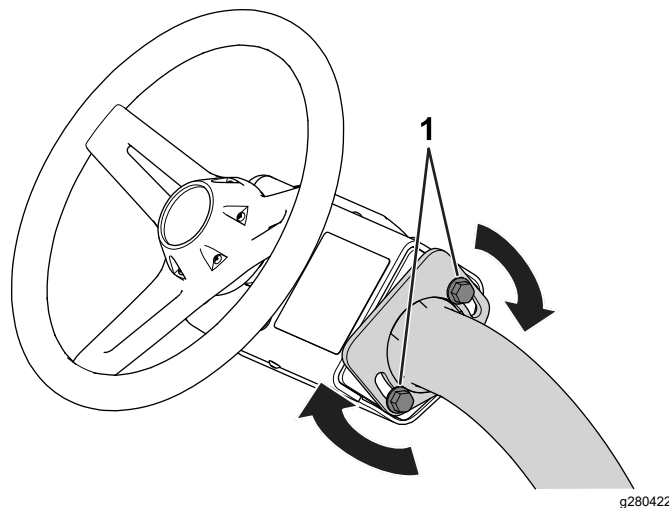

Figura 26
1. Slăbii ururburile (Figura 26) care fixează ansamblul volanului pe braul de direcție.
3. Strângeți ururburile (Figura 26) pentru a fixa ansamblul volanului în poziia ajustată.